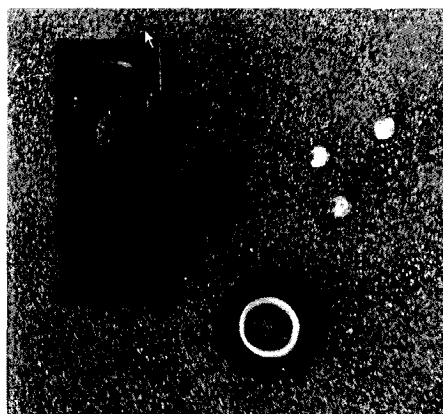
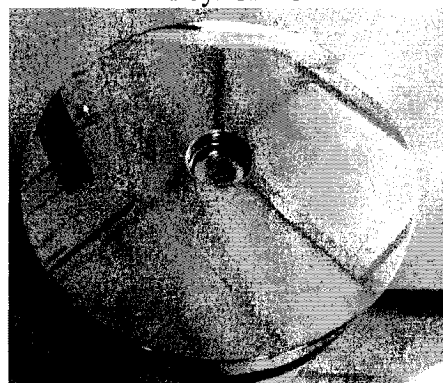

Рисунок 16
Рисунок 17
6.3.2.5 Запустить программное обеспечение OPUS IR. Подготовить меру для поверки Фурье спектрометров BRM 2065 следующим образом: открутить 3 винта, крепящие меру BRM 2065 в держателе. Поместить меру BRM 2065 своим стеклом на интегрирующую сферу (рисунок 16). Поверх меры BRM 2065 установить золотой стандарт из набора набора БИК-спектрометра (рисунок 17).